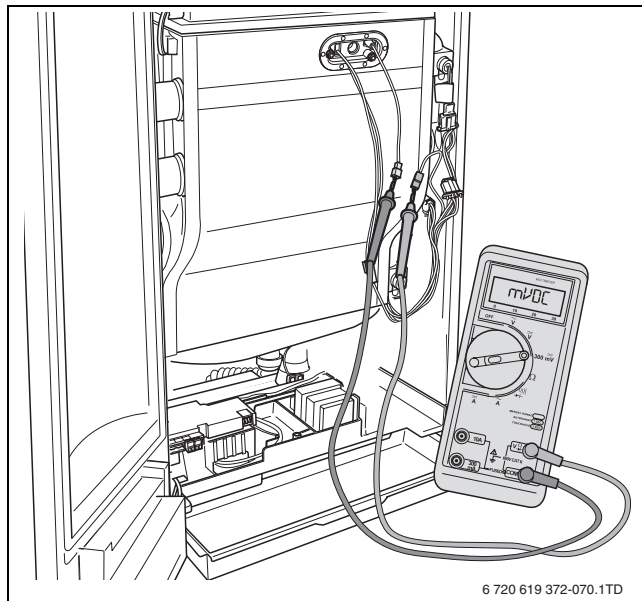

Fig. 76 Misurazione della corrente di ionizzazione
- Collegare in serie il dispositivo di misurazione (→ fig. 76). Nell'apparecchio di misurazione, selezionare la scala di misura di corrente continua in μA . È necessario che l'apparecchio di misurazione disponga di una risoluzione di almeno 1 μA .